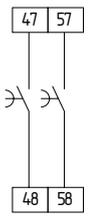

Fig. 6
**Contatti di abilitazione con ritardo alla diseccitazione (vedere Fig. 6)**